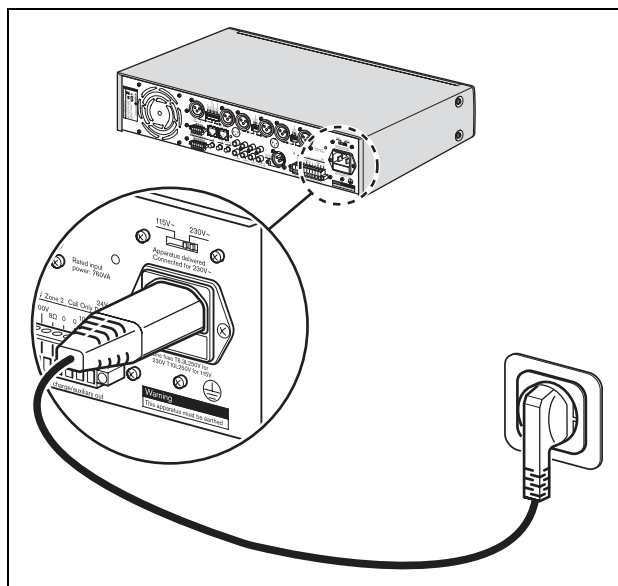

Abbildung 3.2: Stromanschluss und Spannungswähler
- 1 Sorgen Sie stets dafür, dass der Spannungswähler (115/230 V) korrekt entsprechend der Netzspannung vor Ort eingestellt ist (siehe Abbildung 3.2).